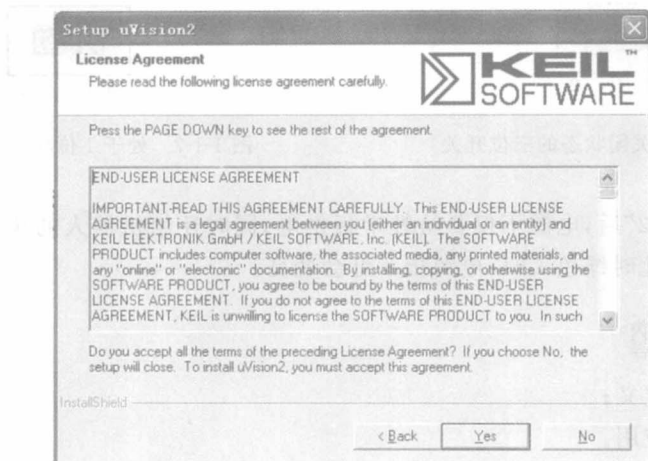

图 1-1-3 许可协议窗口
(2) 在许可协议窗口选择 Yes,如图 1-1-3 所示。
(3) 在后续出现的窗口中全部选择 Next 按钮,将程序默认安装在 C:\Keil 文件目录下。Keil uVision IDE 软件安装到电脑上的同时,会在计算机桌面建立一个快捷方式。